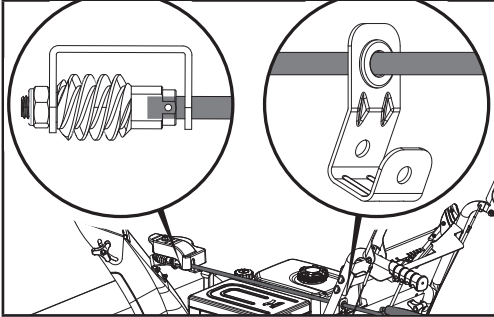

Figure 11A
2. Insérez le levier par le support de la goulotte d'éjection sur la poignée inférieure puis dans le trou de l'engrenage (Figure 11A).